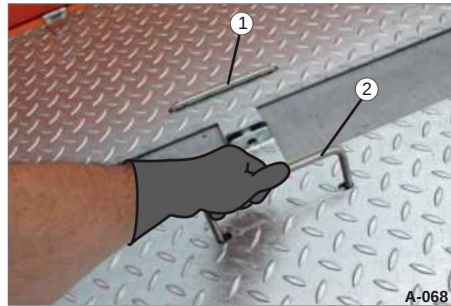

Bild 67 Öppna förvaringsfacket
- ÿ Dra ut det försänkta handtaget (bild 67/2).